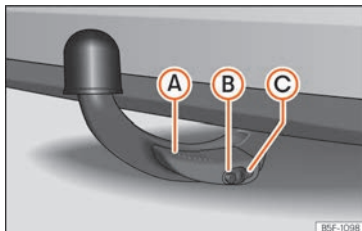

Fig. 176 Gancho de reboque fixado corretamente
- A alavanca (A) está acima »» Fig. 176.
- A parte vermelha e verde do pino de desbloqueio (B) está completamente visível »» Fig. 176.
- A tampa (C) encontra-se sobre a fechadura »» Fig. 176.
- Ao libertar o gancho de reboque, para evitar trilhar os dedos, recomenda-se manter as mãos retiradas da alavanca (A) »» Fig. 176.